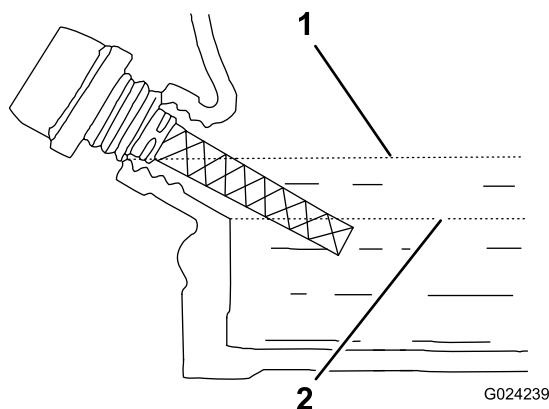

Figura 18
**Nota:** Se o nível de óleo estiver próximo ou abaixo da marca do limite inferior na vareta, adicione óleo suficiente para fazer subir o nível até à marca do limite superior (parte inferior do orifício de enchimento); consulte Figura 18. Volte a verificar o nível de óleo. Não encha muito o cárter.